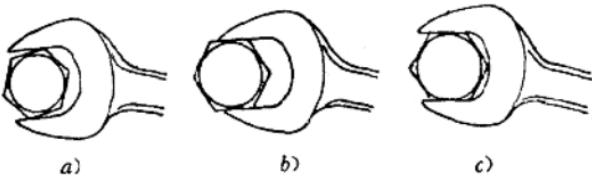

图 1-1 开口扳手使用方法
1. 使用开口扳手时应选用与螺母或螺栓相符合的尺寸，同时要将螺帽插进扳手的钳口里，不能只夹住螺母或螺栓的边，如图1-1所示。